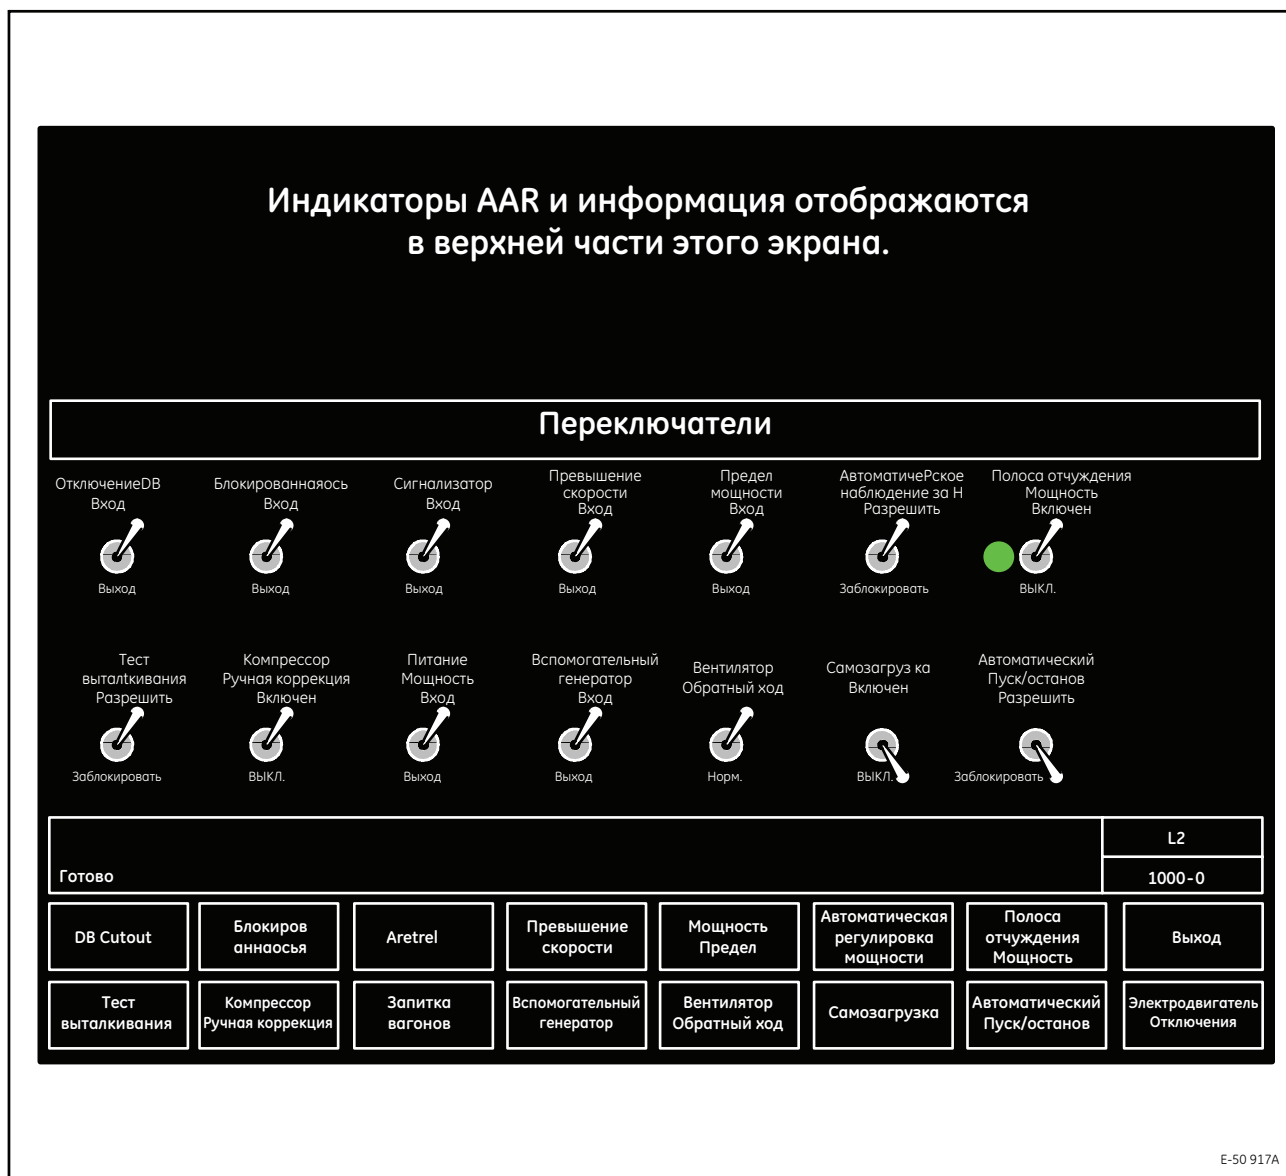

Рисунок 12. Типовой экран переключателей (1000-0)
Экран переключателей (1000-0, Рисунок 12), доступ к которому имеет персонал 1 и 2 уровня, позволяет просматривать и управлять различными функциями системы, доступ к которым раньше обеспечивался с помощью аппаратных выключателей, и которые теперь встроены в систему управления ССА локомотивов серии Evolution.
Нажмите сенсорную клавишу F7 (**Switches**) (Переключатели) на главном рабочем экране (0000-0, Рисунок 2), чтобы отобразить экран переключателей (1000-0, Рисунок 12). Выполняя эту операцию, соблюдайте *процедуры эксплуатации железной дороги*. Активные сенсорные клавиши и краткое описание их назначения:
1. На дисплее SDIS нажмите сенсорную клавишу F7 (**Switches**) (Переключатели) на главном рабочем экране (0000-0, Рисунок 2), чтобы отобразить экран переключателей (1000-0, Рисунок 12).
4. По завершении операции отключения нажмите сенсорную клавишу F8 (**Exit**) (Выход), чтобы вернуться на главный рабочий экран (0000-0, Рисунок 2) или сенсорную клавишу 8 (**Switches**) (Переключатели), чтобы вернуться на экран переключателей (1000-0, Рисунок 12).